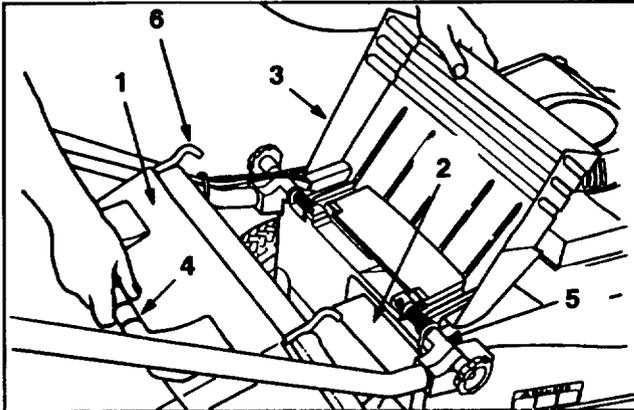
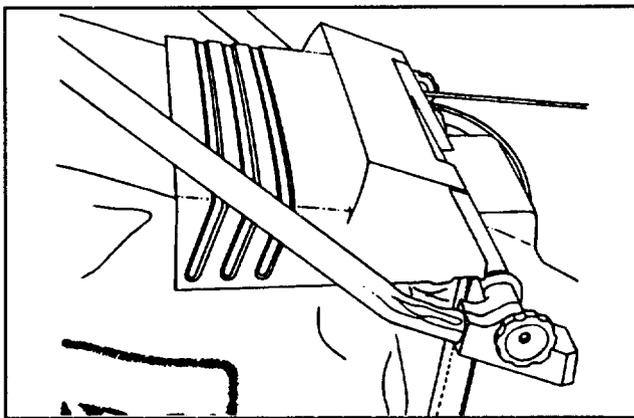

Figure 12
Figure 13
2. **INSTALLATION DU SAC** – Soulever le volet d'éjection, glisser le rail attaché au sac dans l'ouverture d'éjection et accrocher le cadre du sac sur la portion arrondie des supports de montage (fig. 12). Laisser le volet d'éjection reposer sur le dessus du sac (fig. 13).